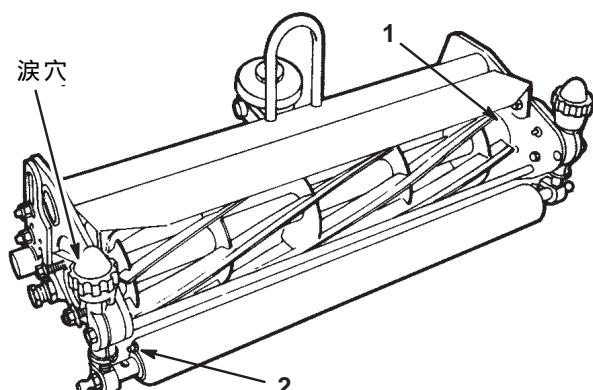
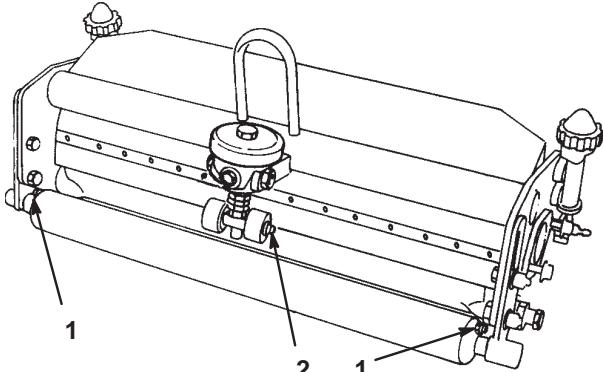

図10
図11
カッティングユニットのグリスピントは全部で6カ所です（図10, 図11）。No.2リチウム系汎用グリスを使用します。カッティングユニットを水洗いした後は直ちにグリスアップを行ってください。これによりベアリングをサビから保護し寿命を延ばすことができます。
2. リール・ベアリング（図10）にグリスを注入する。
3. 前後のローラ・ペアリング(図10, 図11)にグリスを注入する。シール・リップからグリスが見えてくれば適量である。